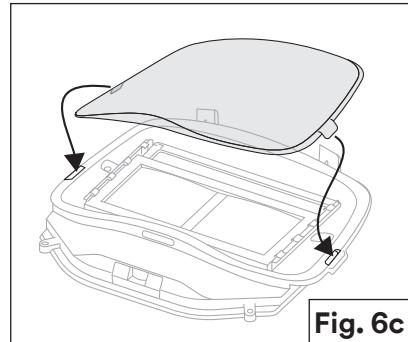

Fig. 6c
- Vuelva a colocar la placa de protección exterior del ADF para mantener el conjunto de lentes en su lugar (Fig. 6c) y vuelva a colocar el ADF en el protector de soldadura exterior (consulte las Instrucciones de uso *casco para soldar para trabajo pesado G5TW Speedglas™ de 3M™ y casco para soldar G5-03 Pro Air Inspección y mantenimiento*, n.º 5d Filtro de soldadura).